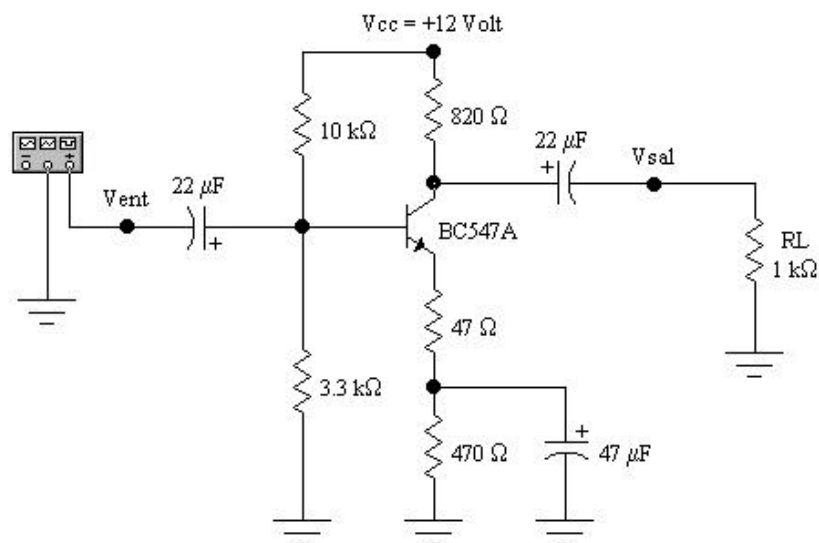

Figura 4
9.2. Arme el circuito de la Figura 4. Observe que no debe desarmar el circuito que utilizó en el ejercicio anterior.